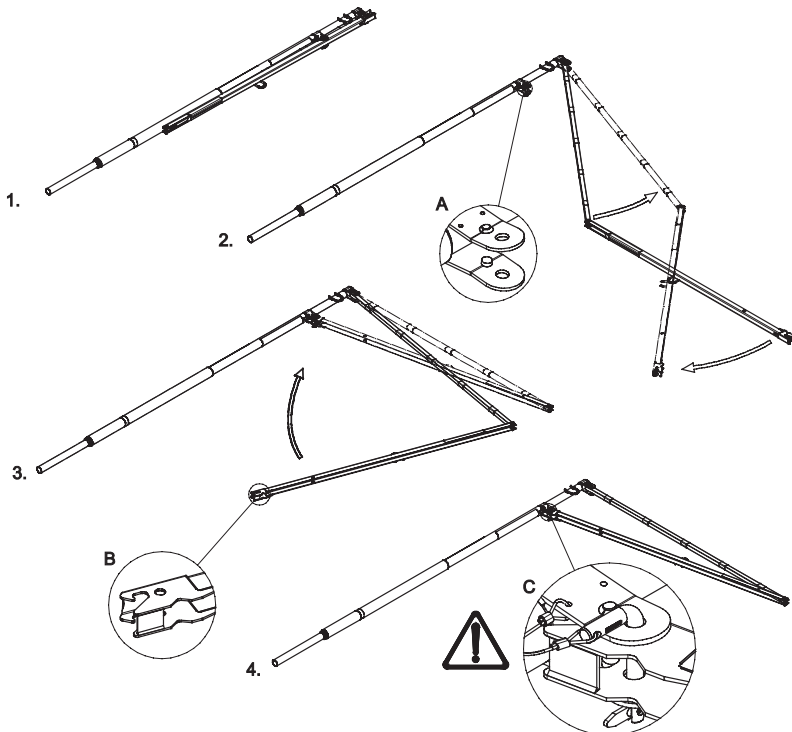

Abbildung 28. Aufbau des SkyReach Ankers
- 10.1. Stellen Sie den zusammengeklappten SkyReach Anker in vier einfachen Schritten auf. Siehe Abbildung 28: